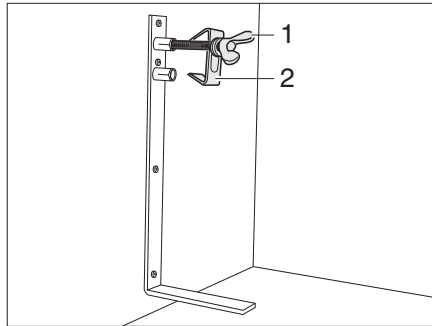

Fig. 164 Etrier de roue de secours
- Desserrer la vis (Fig. 164,1) et l'enlever avec le centrage (Fig. 164,2).